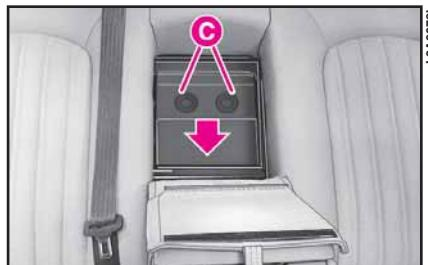

fig. 206
3) abra la tapa presionando los pulsadores **C** (fig. 206);